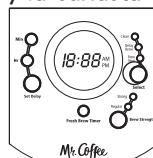

Figura 6
1. Luego de completar los pasos en la sección “**Añadiendo Agua y Café Molido**” y con la jarra de vidrio y la canasta del filtro colocadas en su sitio, encienda la cafetera. La luz verde de BREW NOW (COLAR) se encenderá para indicar que la cafetera está funcionando y colando el café. (figura 6).